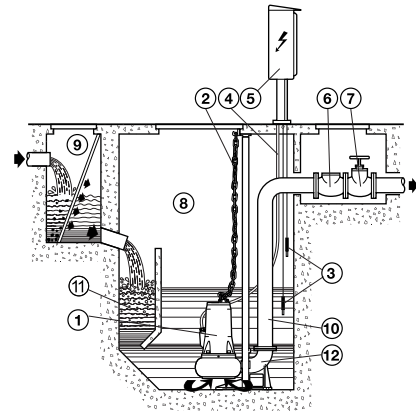

Fig. 6
- Fast installation med elpumpen placerad på stödfoten som är fäst vid brunnens eller tankens botten (fig. 6).
5.2.2 FAST INSTALLATION MED AUTOMATISK FASTHAKNING PÅ STÖDFOTEN (fig. 6)
Elpumpar utan automatisk brytare med inbyggd flottör kräver installation av ett kontrollsystem med sonder (fig. 6) eller med flottör eller annan utrustning som säkerställer min. vätskenivå och skyddar elpumpen mot torrkörning.